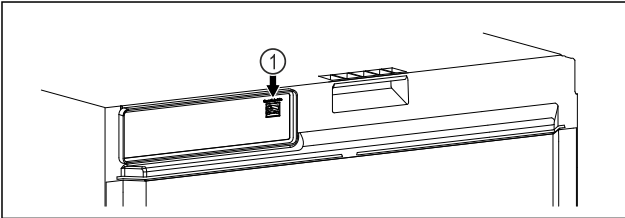

Fig. 104
- ❑ SmartModule Fig. 104 (1) 已使用。